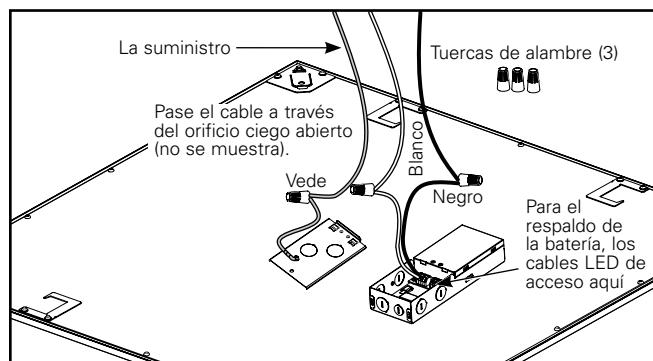

Figura 5.
- Utilice el expulsor de apertura para ingresar la línea de alimentación. Utilice los tres empalmes plásticos provistos para conectar el cable de tierra con el cable de alimentación verde, el cable negro (línea) con el cable de alimentación negro y el cable blanco (neutro) con el cable de alimentación blanco. (Figura 5.)
Nota: Este dispositivo es compatible con los sistemas de respaldo de batería, incluidos los Surelites EBPLED7W y EBPLED14W. Si utiliza un sistema de respaldo de batería, retire la placa de la cubierta del controlador para acceder a los cables de carga LED y siga las instrucciones de cableado de respaldo de la batería (Figura 5). Asegúrese de volver a instalar la placa de la cubierta del controlador después del cableado.